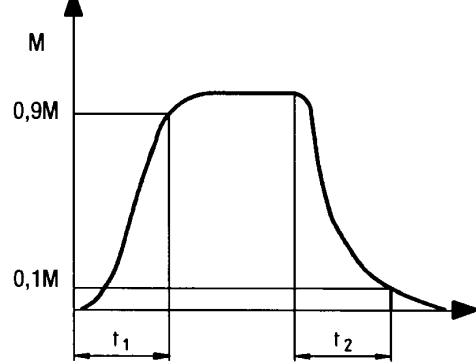

Fig. 4
Für Einsatzfälle, bei denen eine Stromzuführung über Schleifringe nicht machbar oder nicht zulässig ist, kommt die magneta-Magnetpulverkupplung Typ 14.501 zur Anwendung. Die Erregerspule ist gemäß Fig. 4 im fest angeschraubten Magneteil untergebracht. Die Stromzufuhr erfolgt über Flachzungenstecker.
In cases where the power supply by slip rings is not permitted or not possible, the magneta magnetic particle clutch type 14.501 comes to effect. The excitation coil is installed into the fixed stator (according to fig. 4). The power supply is realised through spade connectors.
Pour les utilisations où un apport de courant via des bagues collectrices n'est pas réalisable ou n'est pas autorisé, il convient d'employer l'embrayage à poudre magnétique magneta type 14.501. La bobine d'excitation est logée conformément à la fig. 4 dans la partie magnétique solidement vissée. L'apport de courant se fait à l'aide d'une fiche plate de raccordement.
- sanftes Beschleunigen von Antrieben (Anlaufkupplungen) (Fig. 4).
- Smooth acceleration of inputs (starting clutches) (fig. 4).
- Accélération progressive d'entrainements (embrayages de démarrage) (fig.4).